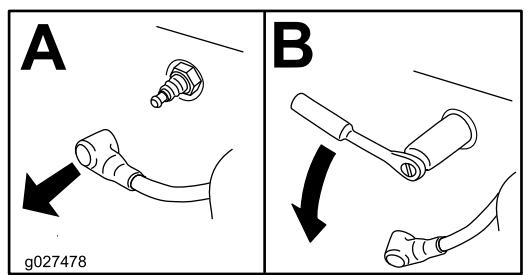

Figura 39
4. Retire la(s) bujía(s), tal y como se muestra en la Figura 39.